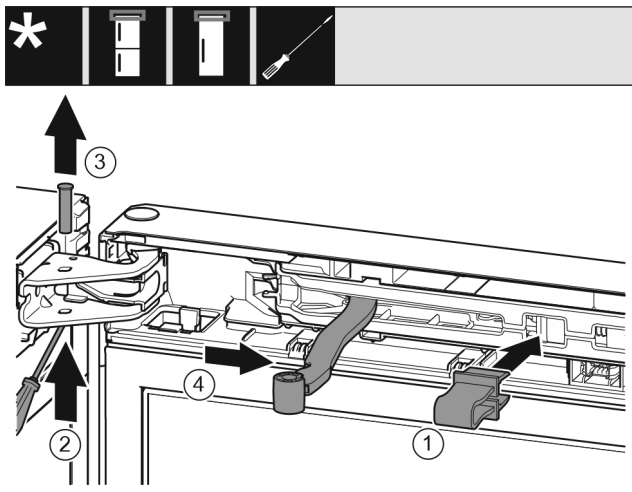

Fig. 9
- ▶ Varovalo zatakните v odprtino. Fig. 9 (1)
- ▶ Sornik potisnite ven z izvijačem. Fig. 9 (2)
- ▶ Sornik izvlecite v smeri navzgor. Fig. 9 (3)
- ▶ Zglobni del zavrtite v smeri vrat. Fig. 9 (4)